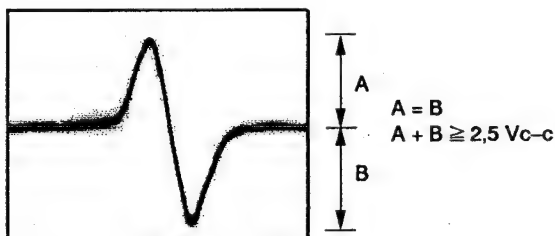

Figure 8
3. Tout en regardant l'écran de l'oscilloscope, appuyer sur la touche MULTI MEMORY STORE et observer la forme d'onde de la Figure 8, pendant quelques instants. Vérifier que l'amplitude atteint au moins 2,5 V_{c-c} et que les amplitudes positive et négatives soient égales. Comme la forme ne sort que pour un moment, quand la touche MULTI MEMORY STORE est enclenchée, appuyer sur à plusieurs reprises sur cette touche, jusqu'à ce que la forme d'onde ait été vérifiée.